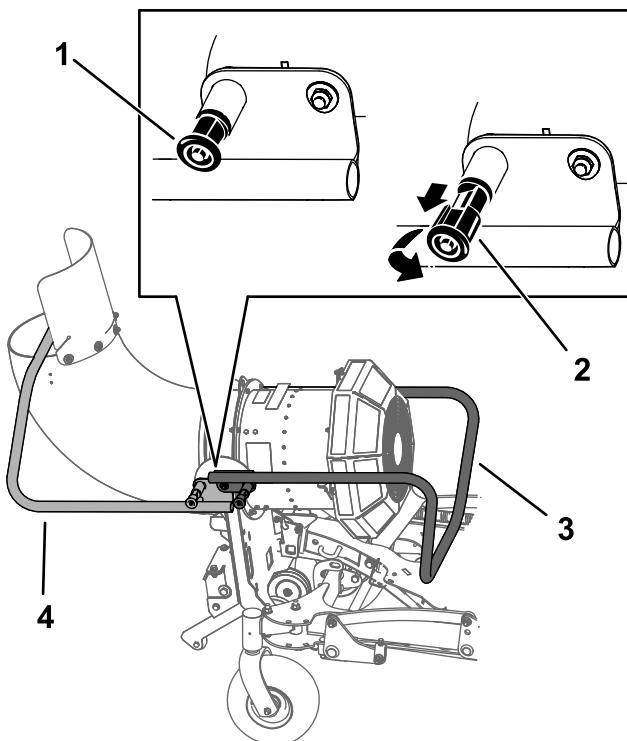

Figura 25
4. Tire de los pasadores de bloqueo del caballete en ambos lados de la máquina, gírelos 90 grados para desbloquearlos y luego gire el caballete para alejarlo de la máquina (Figura 25).
Figura 25). Coloque los pasadores y asegúrese de que encajen en su posición.